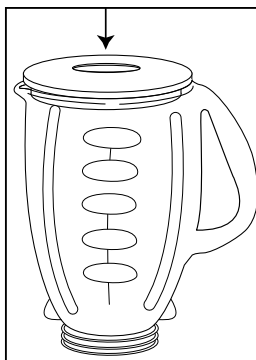

FIGURE 6
- Ne retirez pas le couvercle en cours d'utilisation. Retirez la goulotte pour ajouter de petits ingrédients. (Figure 6)